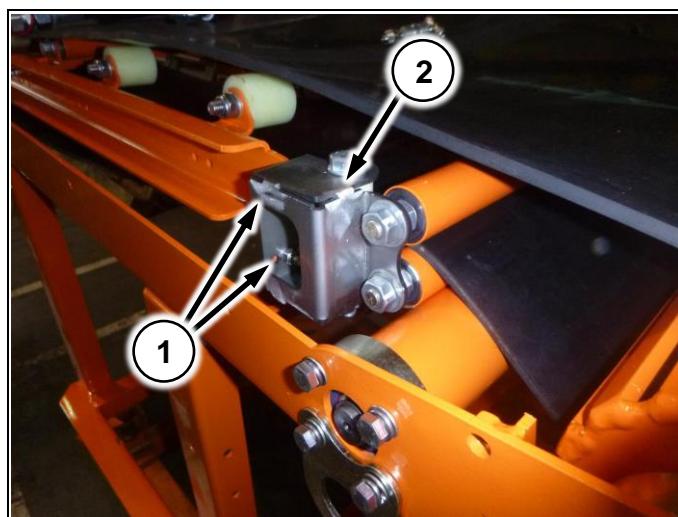

Рис. 156
1. Отверните две гайки (Рис. 156/1)
2. Сдвиньте упоры с обеих сторон ленты (Рис. 156/2) в сторону, противоположную той, в которую сбегает лента, на одно отверстие.).